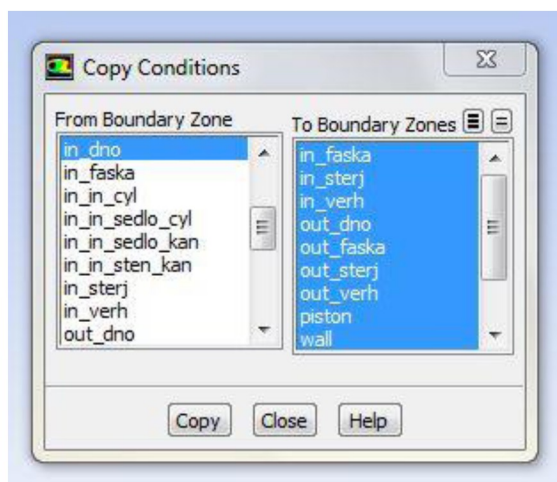

Рисунок 2.15 – Меню копирования граничных условий (*Copy Conditions*)
4. Для упрощения настройки параметров всех граничных условий типа стена производится копирование граничных условий стенки *in_dno* для всех оставшихся стенок (рисунок 2.15). Для этого следует выполнить следующую последовательность действий: